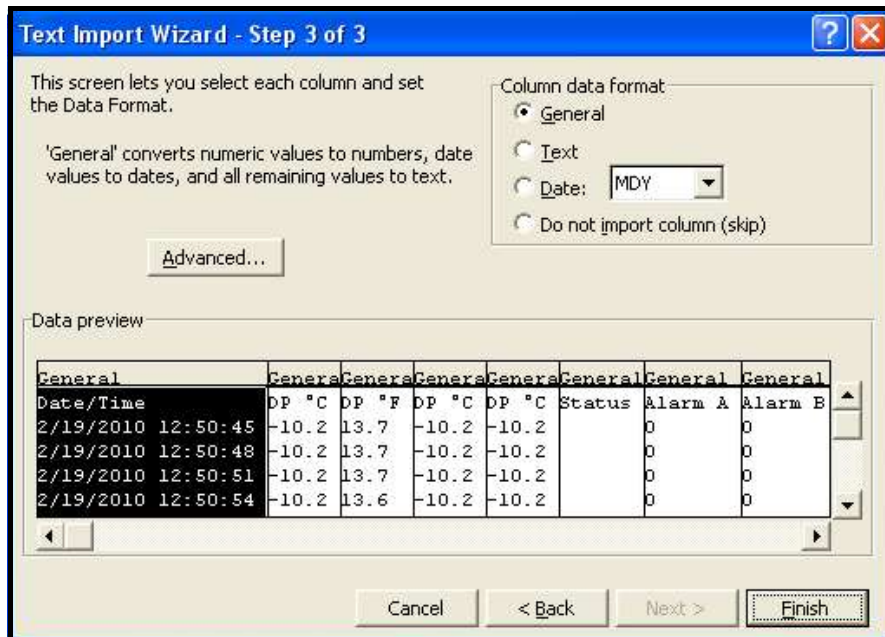

Abbildung 64: Excel-Import-Assistent 3
3. Legen Sie die gewünschten Datentrennzeichen fest und klicken Sie auf Weiter >. Der folgende Bildschirm wird angezeigt (siehe Abbildung 64 auf Seite 74).
4. Wählen Sie nacheinander jede Spalte aus und legen Sie jeweils das Datenformat fest (siehe Abbildung 64).